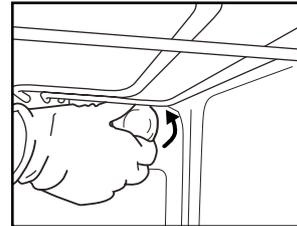

Fig.6
2. Desaperte a cobertura da lâmpada (Fig. 6), substitua a lâmpada (consulte a nota para ver o tipo de lâmpada) e aperte novamente a cobertura da lâmpada.